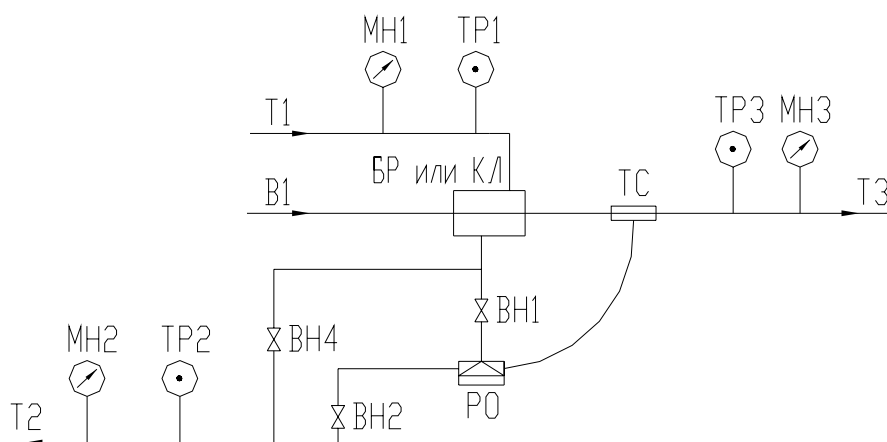

Рисунок 6
5.7.4. Рисунок 6. Вариант установки регулятора с разнесенными регулирующим органом и термосистемой- датчиком (исполнение 1). В системе закрытого водоснабжения они установлены на разных магистральных. Применен регулятор РТВЖ-К исполнения 1. С увеличением температуры ГВС уменьшается расход горячей воды- теплоносителя, поступающего в водонагревательный бойлер или калорифер.